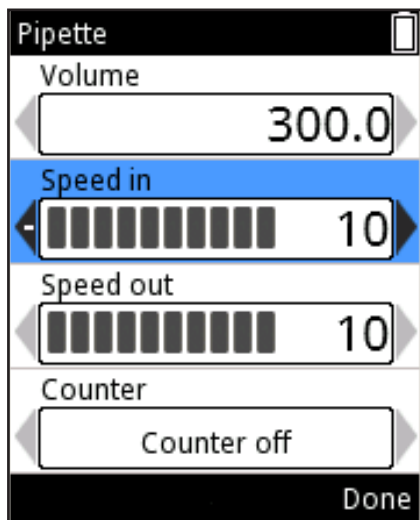

Imagen D8.
2. Utilice ,  para resaltar Speed in (Velocidad de entrada) o Speed out (Velocidad de salida) (Imagen D8).